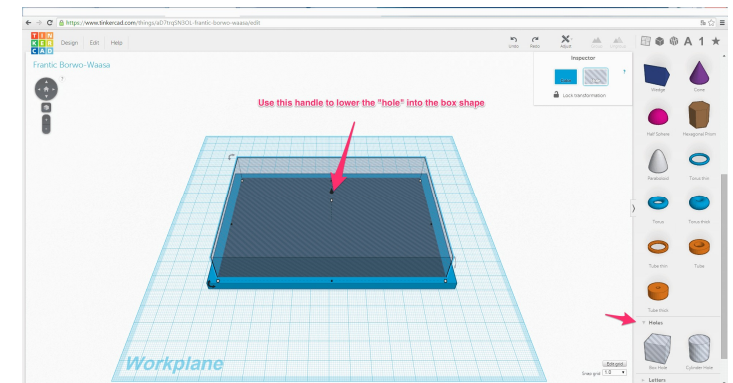

Figura 2
1. Na barra de ferramentas à direita (Figura 2) encontra um separador designado **Holes** (“buracos”). Abra-o e selecione a opção **Box Hole**.
2. Dimensione o seu buraco para ficar menor do que a base, e assim deixar área para um rebordo. Use o pequeno cone preto que pode ver no *printscreen* da figura 2 para colocar a forma de buraco que escolheu anteriormente sobre a base mas de forma a que área do buraco não englobe toda a área da base.